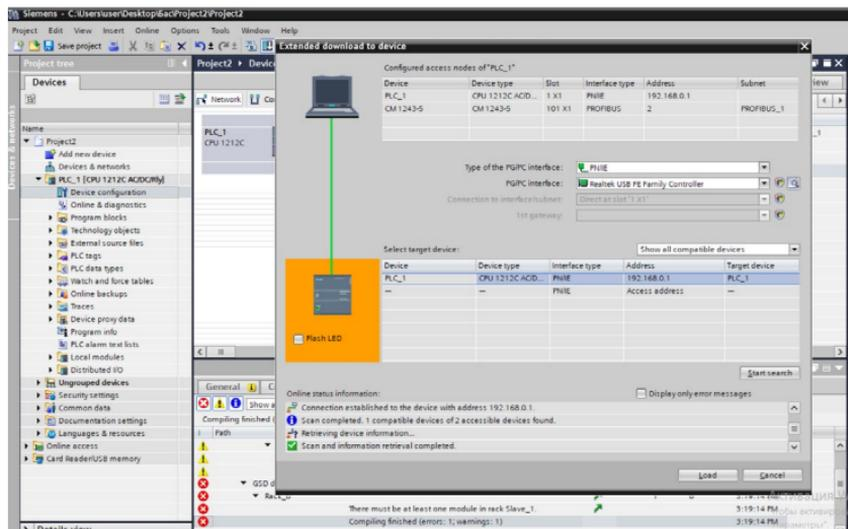

Рисунок 17 – Подключение к ПЛК
11. В столбце Device появится «PLC_1», после чего нажать кнопку «Load» (рисунок 17), после загрузки нажать «Finish».